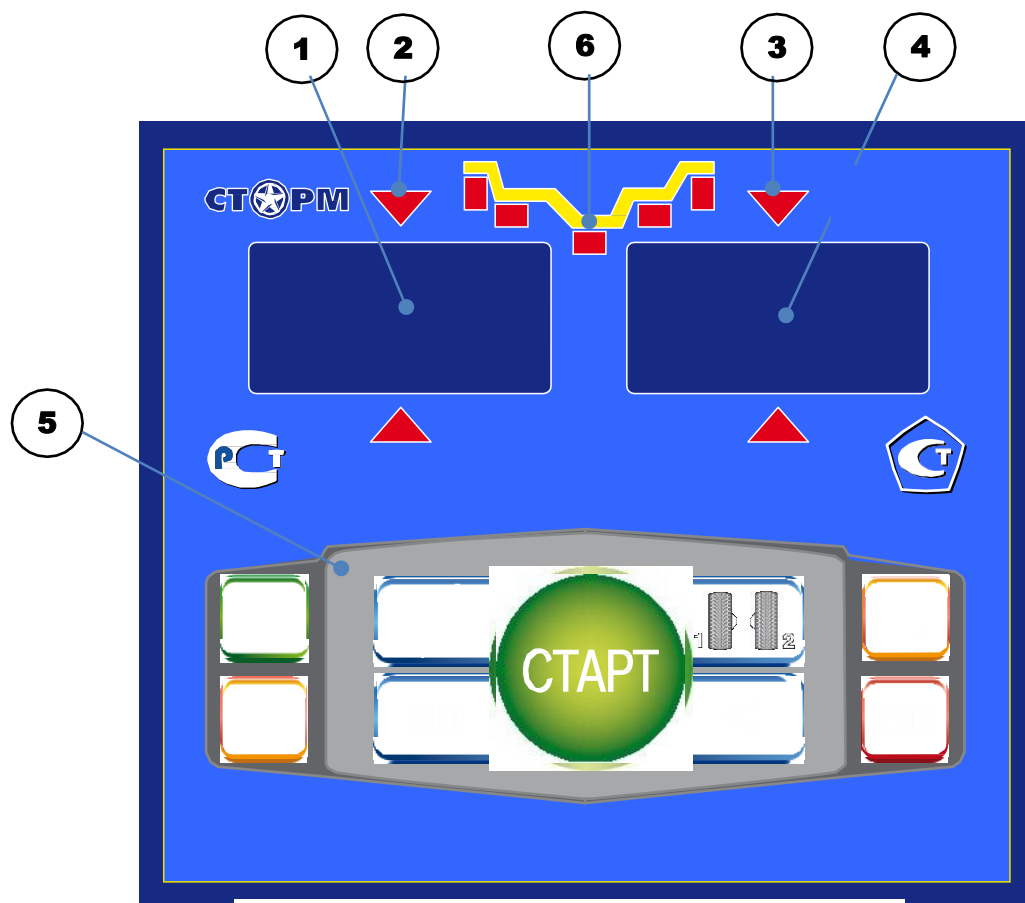

рис.8.1.
8.1. Общий вид лицевой панели показан на рис. 8.1.
При выдвигании штанги на индикаторах 1 (рис. 8.1) отображается значение параметра "А". Значение параметра "d" отображается на индикаторах 4.
Для ввода ширины нажмите кнопку "+" или "-" на индикаторах 1 (рис. 8.1) высветится "-b-", а на индикаторах 4 значение ширины диска. Через 2-3 сек после установки ширины индикаторы в режим отображения текущего дисбаланса.
Дважды нажать кнопку "A, d, b", после чего на индикаторах 1 (рис. 8.1) загорается символ "А", а на индикаторах 4 исходная величина дистанции. Нажимая кнопки "-" и "+" установить на индикаторах 4 требуемую величину дистанции. Через 2-3 сек после установки дистанции показания на индикаторах 1 и 4 возвращаются к отображению текущего дисбаланса, а кнопки "-" и "+" возвращаются в режим ввода ширины обода.
11.1.Переключение схем ALU1-ALU5 осуществляется последовательным нажатием кнопки "ALU" при этом схема установки грузов отображается загоранием соответствующих светодиодов 6 (рис.8.1), кроме того, на индикаторах 1 отображаются символы ALU, а на индикаторах 4 номер 1-5. Через 2-3 сек. после установки требуемой программы ALU индикаторы 1-4 переходят в режим отображения дисбаланса.
Эта функция обеспечивается тем, что каждый раз при вводе новых геометрических параметров и установке требуемой программы ALU, предыдущее состояние запоминается. Для перехода от одного набора параметров к другому необходимо нажать кнопку "1-2". Визуальный контроль того, какие параметры установлены в данный момент, осуществляется нажатием "A, d, b" на индикаторах 4 (рис.8.1) будут последовательно отображены, установленные в данный момент диаметр и ширина обода и дистанция.
14.1. При включении тумблера питания СБ на индикаторах 1 (рис. 8.1) высвечивается трёхзначное число -номер версии программного обеспечения. Через 2-3 сек на индикаторах 1 и 4 должны загореться нули, кроме того должны загореться светодиоды 6, что свидетельствует о включении режима стандартной балансировки с установкой на обеих плоскостях коррекции грузиков на пружинках. На светодиодах 2 и 3 (рис. 8.1) должны загореться оба светодиода.
14.2. При включении СБ программа измерения дисбаланса настраивается таким образом, что дисбаланс менее 8 г (заводская установка) на любой плоскости коррекции не показывается, в этом случае на индикаторах 1 и 4 (рис. 8.1) высвечиваются "0". Минимальный дисбаланс отображающийся на индикаторах 1 и 4 равен 8г. Дисбаланс, превышающий 8г, округляется до величины кратной 5, т. е. дисбаланс 9, 10, 11 и 12 г отображается цифрой 10, дисбаланс 13, 14,15, 16 и 17 г - цифрой 15 и т. д. Для просмотра неокруглённого значения дисбаланса или дисбаланса менее 8г. необходимо нажать кнопку "<", при этом на индикаторах 1 и 4 на 2-3 сек высвечиваются фактические значения дисбаланса, определённые в данном запуске.
14.5.1. Поднимите защитный кожух. Вручную поворачивайте колесо в направлении, которое показывают светодиоды 2 и 3 (рис. 8.1.) до тех пор, пока не загорятся оба светодиода и начнут мигать вместе с значением массы корректирующих грузов.
15.2.1. Войти в программу калибровки СБ, для чего нажать и удерживать кнопку "С". На индикаторах 1 и 4 (рис.8.1), появятся мигающие символы "CAL". После звукового сигнала символы "CAL" загорятся постоянно.